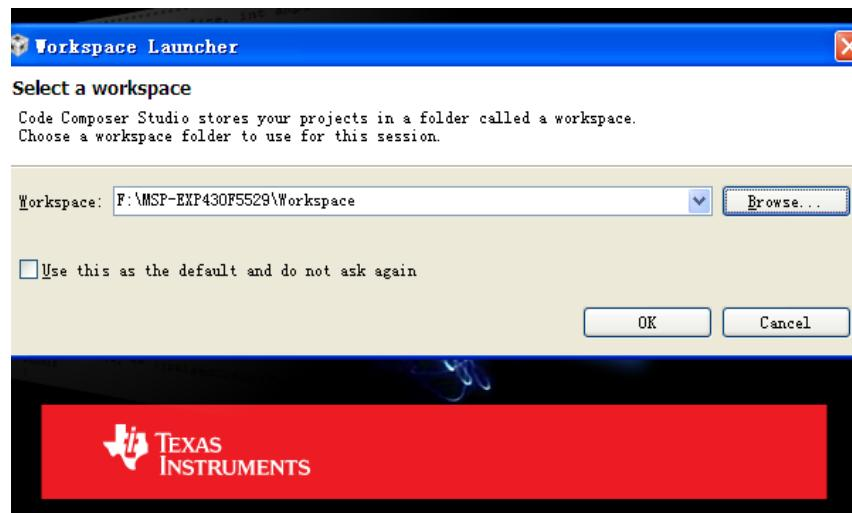

图 1.5 Workspace 选择窗口
(3) 单击 Finish, 将运行 CCS, 弹出如图 1.5 所示窗口, 打开“我的电脑”, 在某一磁盘下, 创建以下文件夹路径: -\MSP-EXP430F5529\Workspace, 单击 Browse, 将工作区间链接到所建文件夹, 不勾选"Use this as the default and do not ask again"。